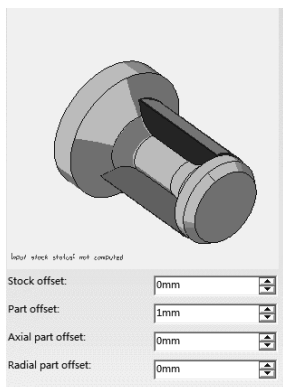

图 6-30 定义零件余量（2）
- 定义零件余量 (2)。在 “Part Offset” 文本框中输入 “1mm”，设置余量大小为 “1mm”，如图 6-30 所示。